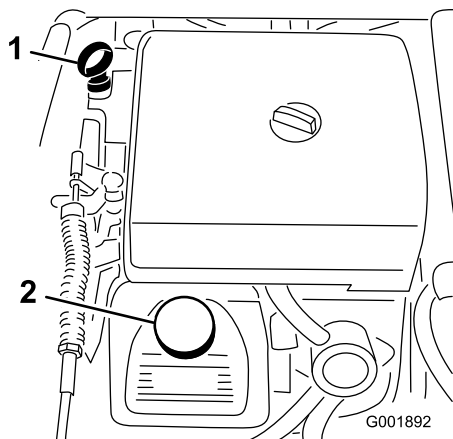

Figura 21
2. Togliete l'asta di livello ed asciugatela con un panno pulito (Figura 21). Inserite l'asta nel tubo e verificate che sia inserita a fondo. Rimuovete l'asta e controllate il livello dell'olio.
3. Se l'olio è insufficiente, togliete il tappo di rifornimento dal coprivalvola (Figura 21) e versate l'olio nel foro finché non raggiunge il segno di pieno (Full) sull'asta; il tipo di olio e la viscosità adatti sono riportati nella sezione Manutenzione dell'olio motore. Versate l'olio lentamente, controllando spesso il livello durante questa operazione. Non riempite troppo.